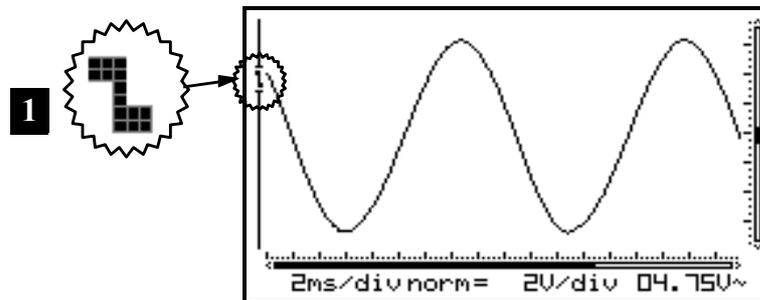

Fig 41
**1. Trigger auf der ansteigenden Flanke des Signals:** Der Bildschirm zeigt das Signal erst, wenn eine positive Flanke „gesehen“ wird, d.h. das Signal muss sich von tief nach hoch verändern, damit getriggert wird.. (Fig. 41)